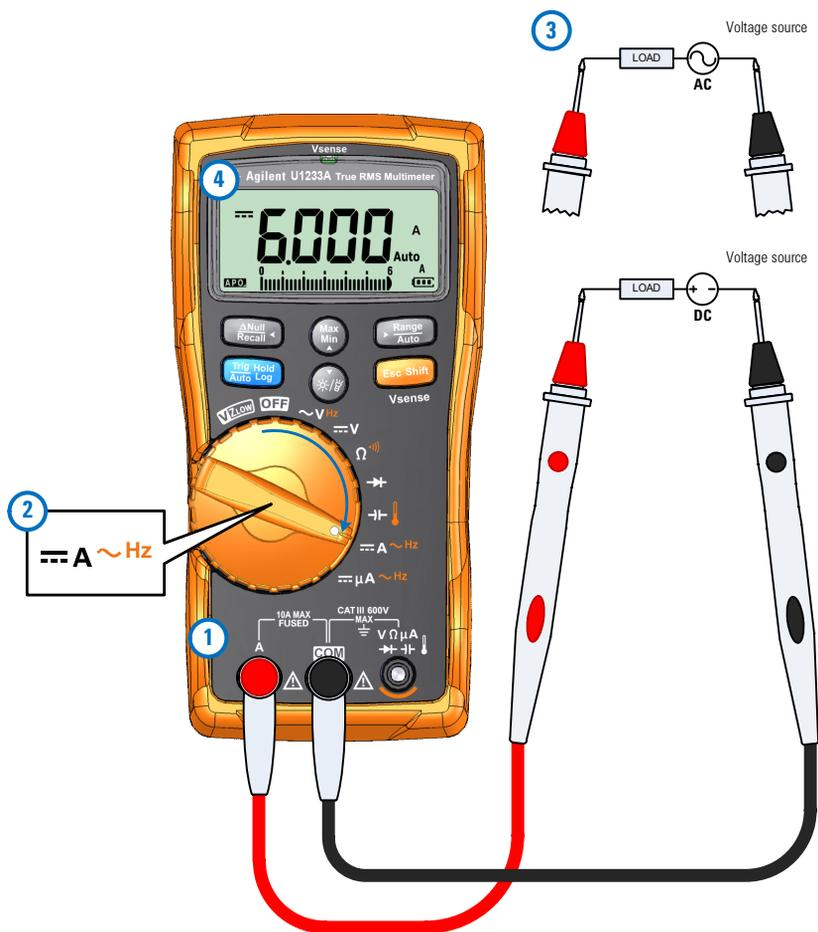
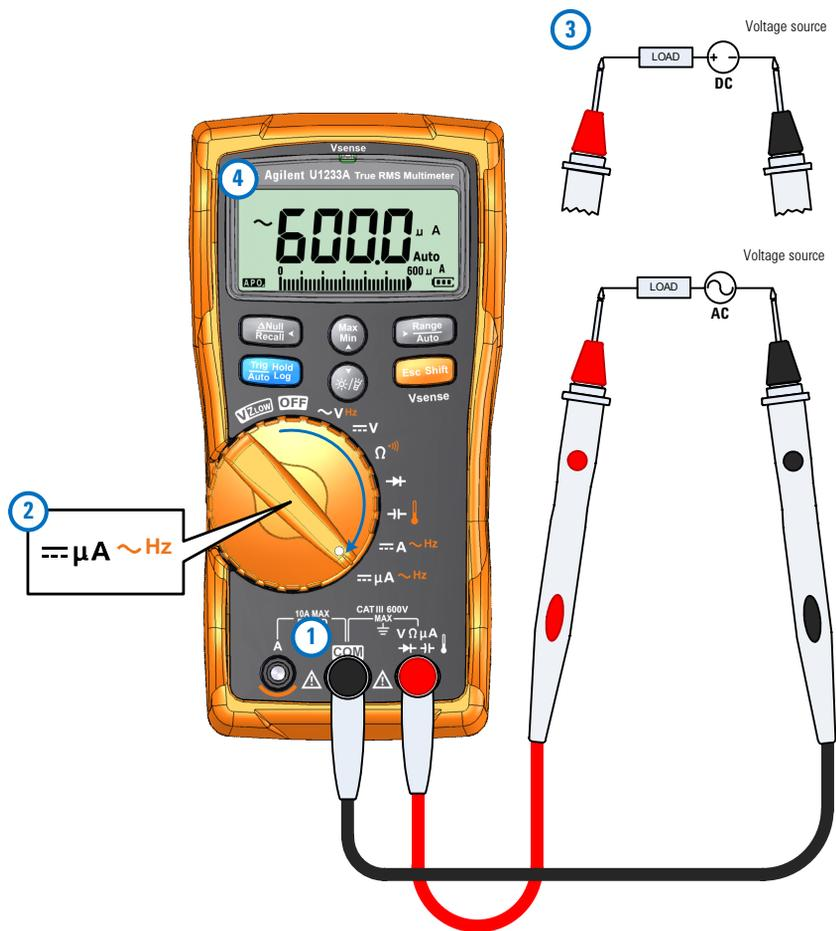

Figura 2-24 Misurazione della corrente CC/CA (fino a A)
Figura 2-25 Misurazione della corrente CA/CC (fino a μ A)
Impostare il multimetro per misurare la corrente CA o CC come nella Figura 2-24 e nella Figura 2-25. Misurare i punti di test e leggere il display.
- 1 Impostare il multimetro per misurare i valori μA come nella Figura 2-25.